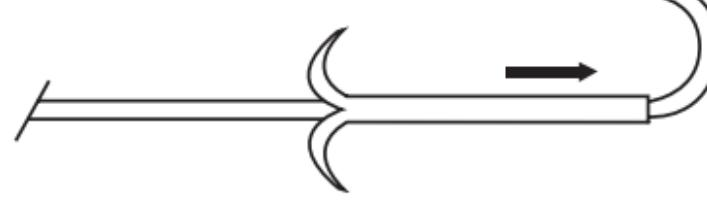

Fig. 1
- a) Deslide o rectificador Peel-Away para a frente para abrir a ponta do cateter. (**Fig. 1**)